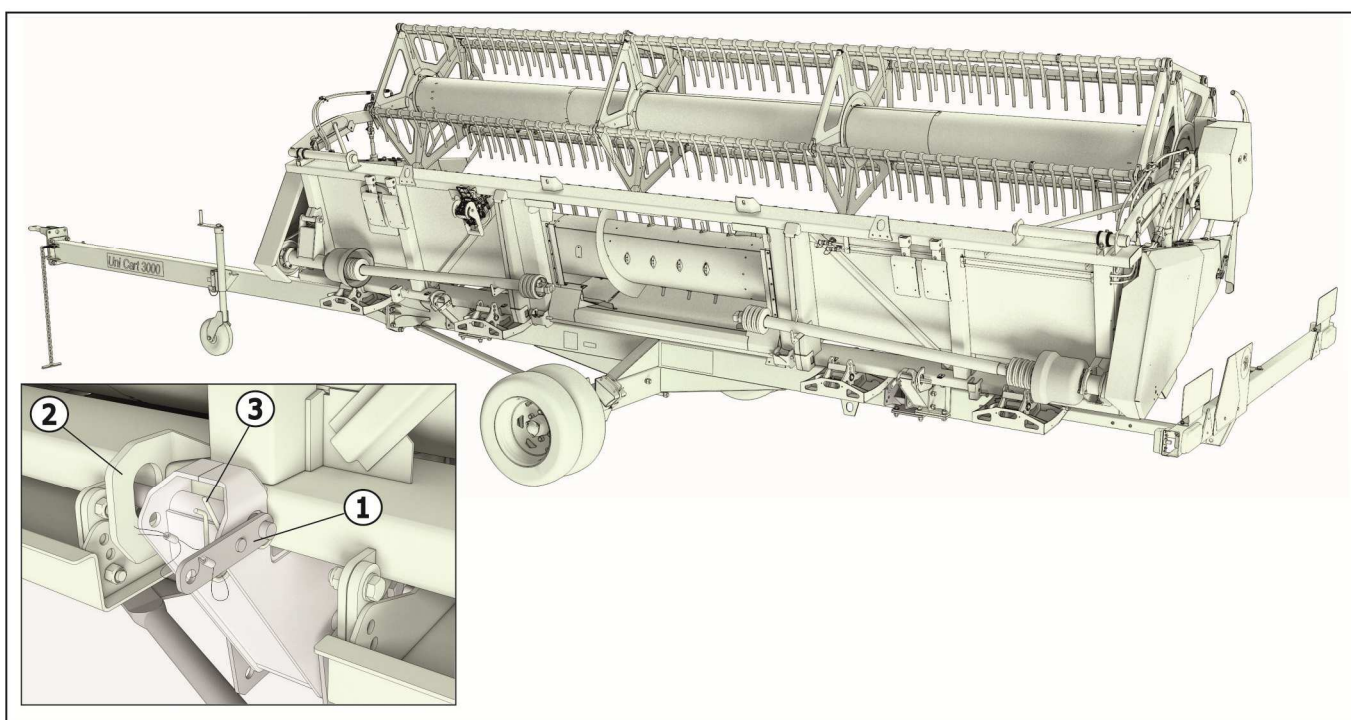

Рисунок 8.8 - Установка жатки на приспособление ППА-700
8.2.2.2 Жатку необходимо установить на тележку таким образом, чтобы фиксаторы тележки 1 (рисунок 8.8) можно было свободно задвинуть в ухо 2 жатки.